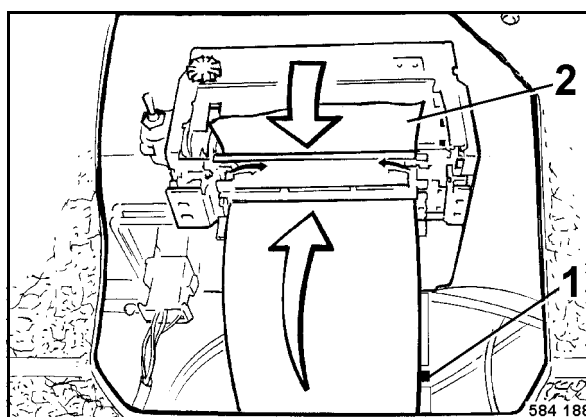

Fig. 85
- Sacar el eje 1 (Fig. 85) con el resto del rollo de papel (2).